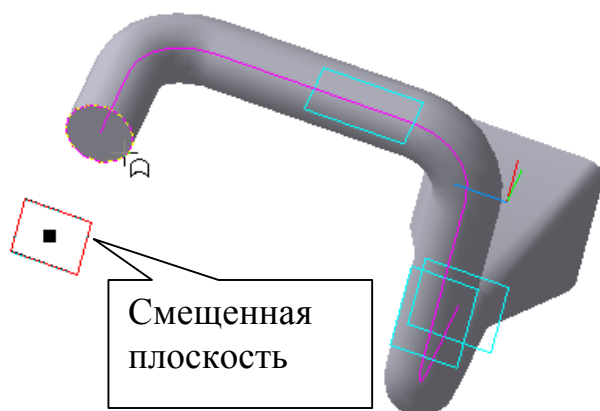

Рис. 29
4. Выполните последний элемент детали, используя операцию **Приклеить по сечениям** . Эскиз 9 – окружность $\varnothing 40$ (спроецировать грань), эскиз 10 расположен на смещенной плоскости, удаленной от плоскости последнего цилиндрического элемента на 100 мм, рис. 29, и представляет